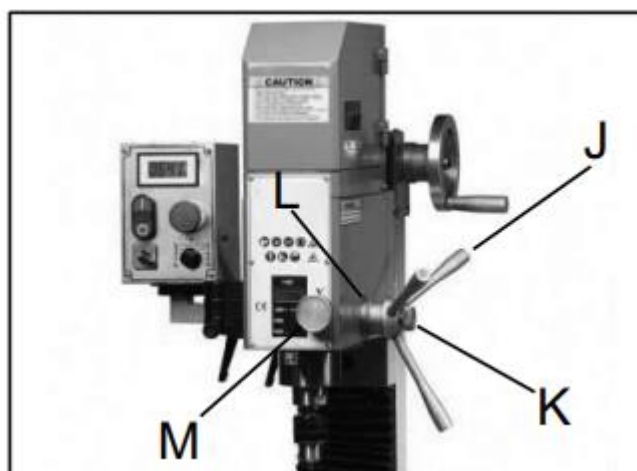

Рис. 5
J. Рычаги подачи пиноли (см. рисунок 5):
Перед использованием рычагов подачи необходимо ослабить маховик К (см. рисунок 5). Лимбы (L, см. рисунок 5) на основании рычага могут быть установлены в любое положение или на «ноль» для облегчения точных и удобных перемещений.
Для использования тонкой подачи поверните маховик (К, см. рисунок 5) против часовой стрелки до зацепления. Затем используйте маховик тонкой подачи (М, смотри рисунок 5), расположенный на передней части бабки. Поворачивайте его по часовой стрелке для подачи шпинделя вниз, против часовой стрелки — для подъема.